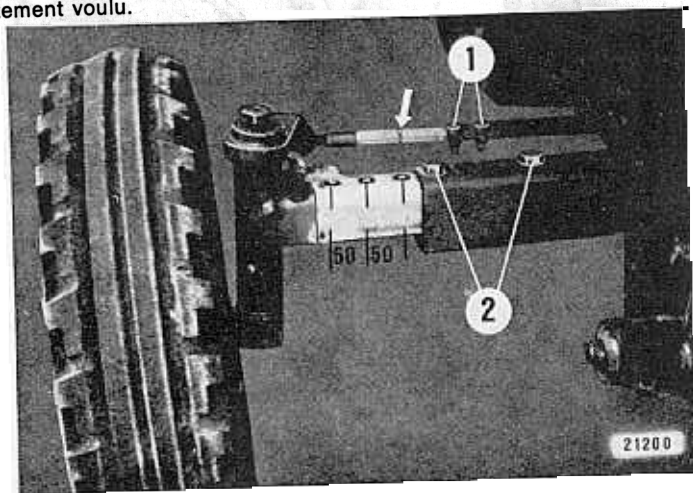

Fig. 25
Pour pouvoir procéder à la modification de voie au train AV du tracteur pourvu d'un essieu télescopique, on le prendra dans un cric, puis enlèvera les deux vis d'arrêt de la barre d'accouplement (① - Fig. 25) et les vis d'arrêt (② - Fig. 25) - 2 de chaque côté de l'essieu télescopique - et, par coulissement hors du longeron du train AV, amènera les deux roues et le bloc-fusée à l'écartement voulu.